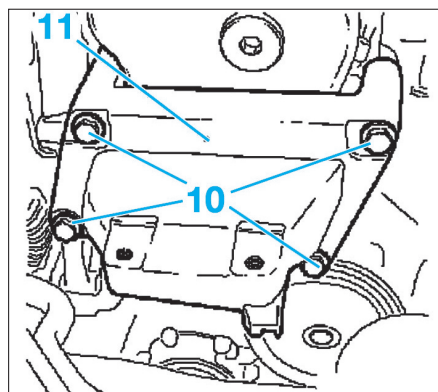

FIG. 10
- les vis (10) puis le support (11) (Fig.10).